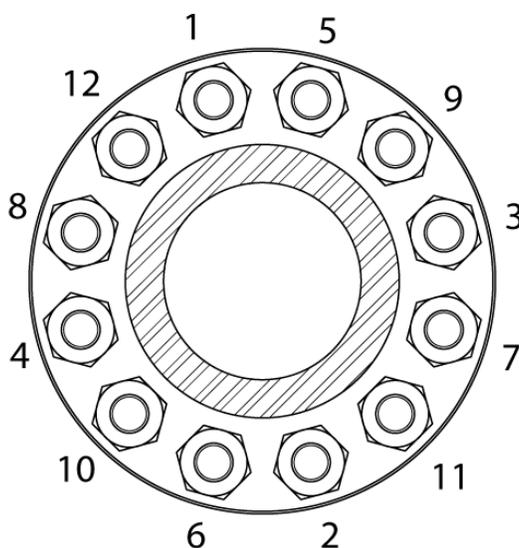

Figura 2-5. Secuencia de apriete de pernos (bridas de 12 pernos)
2. La primera vez, apriete los pernos a un par recomendado del 25% siguiendo la secuencia en la Figura 2-5.
3. La segunda vez, apriete los pernos a un par de torsión recomendado del 75% siguiendo la secuencia en la Figura 2-5.
4. Tercera vez, apriete los pernos al par de torsión recomendado del 100% siguiendo la secuencia en la Figura 2-5.